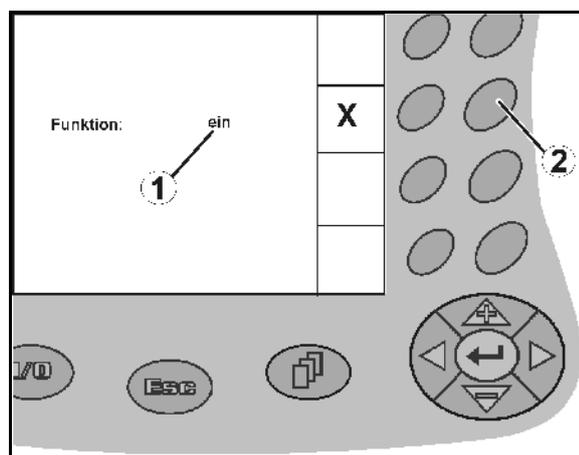

Fig. 15
- Accionar la tecla de función (Fig. 15/2) una vez
→ Función **activada** (Fig. 15/1).